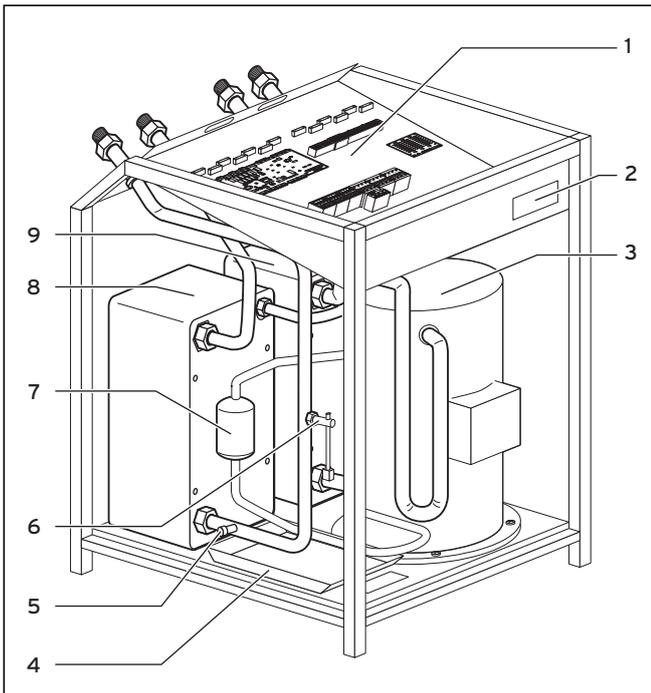

Abb. 2.7 VWW – Ansicht vorne geöffnet
Diese unterschiedlichen Temperaturen werden im Kältemittelkreislauf über einen Kompressor (2) und ein Expansionsventil (4) erzeugt, die sich zwischen dem Verdampfer und dem Kondensator befinden. Das dampfförmige Kältemittel strömt vom Verdampfer kommend in den Kompressor und wird von diesem verdichtet. Dabei steigen der Druck und die Temperatur des Kältemitteldampfes stark an. Nach diesem Vorgang strömt es durch den Kondensator, in dem es seine Wärme durch Kondensation an das Heizungswasser abgibt. Als Flüssigkeit strömt es dem Expansionsventil zu, darin entspannt es sich stark und verliert dabei extrem an Druck und Temperatur. Diese Temperatur ist jetzt niedriger als die der Sole die durch den Verdampfer strömt. Das Kältemittel kann dadurch im Verdampfer neue Wärme aufnehmen, wobei es wieder verdampft und zum Kompressor strömt. Der Kreislauf beginnt von vorn. Bei Bedarf kann über den integrierten Regler die Elektro-Zusatzheizung ggf. zugeschaltet werden. Um Kondensatanfall im Geräteinneren zu verhindern, sind die Leitungen des Wärmequellenkreislaufs und des Kältemittelkreislaufs kälteisoliert. Sollte doch Kondensat auftreten, wird es in einer Kondensatwanne (siehe Abb. 2.7) gesammelt und unter das Gerät geleitet. Tropfenbildung unter dem Gerät ist also möglich.
Legende zu Abb. 2.7